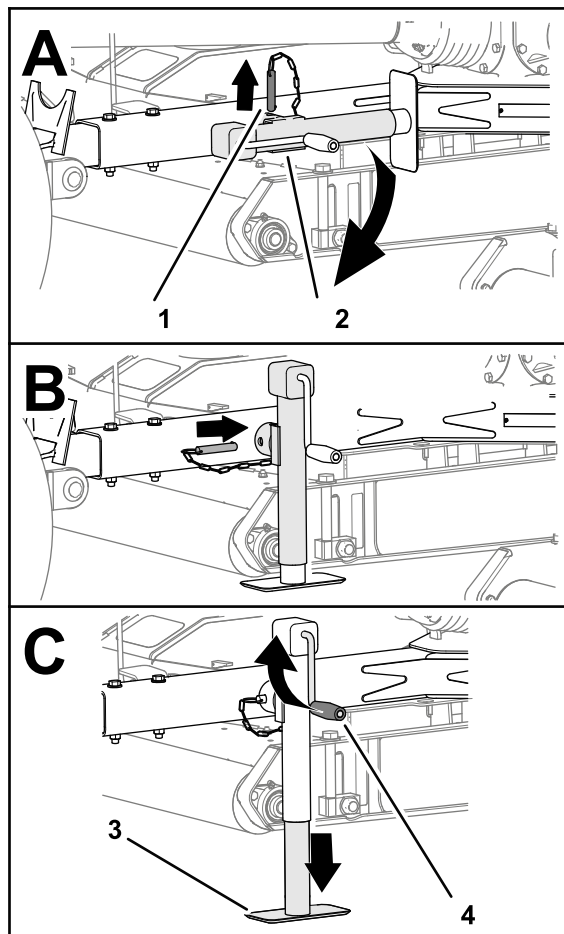

Figure 23
3. Retirez la goupille et pivotez le cric de la barre de remorquage à la verticale (Figure 23).
4. Alignez le trou de la barre de remorquage et le trou du cric (Figure 23).
5. Insérez la goupille dans les trous de la barre de remorquage et du cric (Figure 23).
2. Tournez la manivelle de cric pour relever entièrement l'appui de cric ; voir Figure 23 à la section Utilisation du cric de barre de remorquage (page 17).